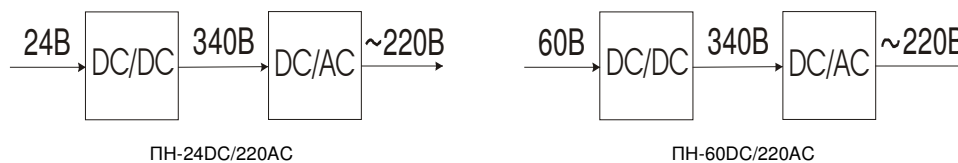

Рисунок 1
- 1.3. Функционально прибор состоит из преобразователей DC\DC и DC\AC. DC\DC преобразует входное постоянное напряжение 24В (ПН-24DC/220AC) / 60В (ПН-60DC/220AC) в выходное постоянное 340В. Преобразование производится с гальванической развязкой. DC\AC преобразует постоянное напряжение 340В в переменное 220В синусоидальной формы, см. рисунок 1 .